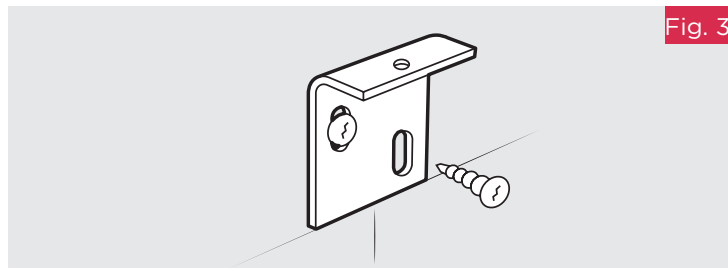

Fig. 3
ÉTAPE 4 : Mesurez la longueur D de la Fig. 1 selon le modèle, à partir du haut des supports inférieurs et tracez une ligne horizontale. Marquez les centres de fixation des supports supérieurs en les alignant avec les supports inférieurs. Placez chaque support supérieur sur la ligne et marquez les trous de fixation - voir Fig. 3. Percez le mur, installez les chevilles et mettez les supports supérieurs en place en les vissant.